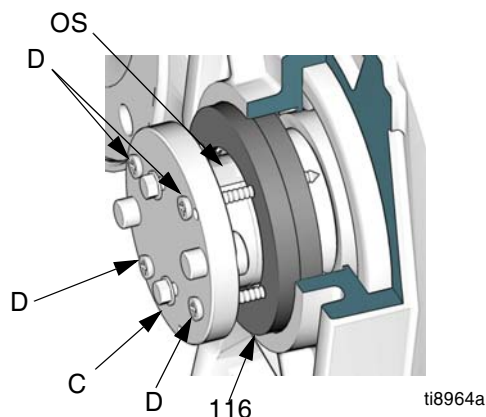

FIG. 8. Ta bort tätningarna i reduktionsväxeln
4. Ta bort de två utgångstätningarna (116) enligt nedan:
- Se FIG. 8. Rikta in verktyget (C) mot utgångsaxeln (OS) Håll fast den.
- Borra 2,8 mm ledhål i tätningarna (116) med hålen för plåtskruvarna (D) som mall. Sätt i plåtskruvarna (D) genom verktyget och in i tätningarna (116).
- Dra åt skruvarna (D) jämnt så att båda tätningarna dras ut.